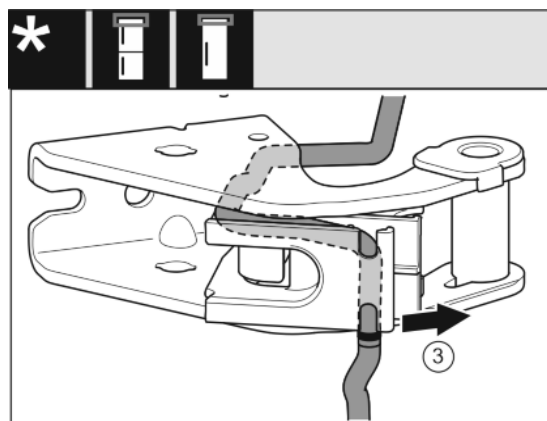

Fig. 22
- ▶ Staccare il cavo dalla guida. Fig. 22 (3)